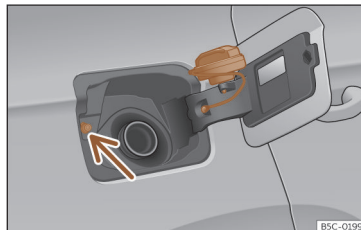

Fig. 199 Trappe à carburant avec bouchon ouvert.
- Placez le bouchon dans le logement se trouvant sur la charnière de la trappe à carburant ouverte >>> **fig. 199**.
Évitez de toucher le bouton de verrouillage de la trappe à carburant >>> **fig. 199** (flèche). Le système comprendrait que vous avez terminé et vous ne pourrez plus faire le plein. Rappuyez sur la touche  de la porte du conducteur pour continuer.